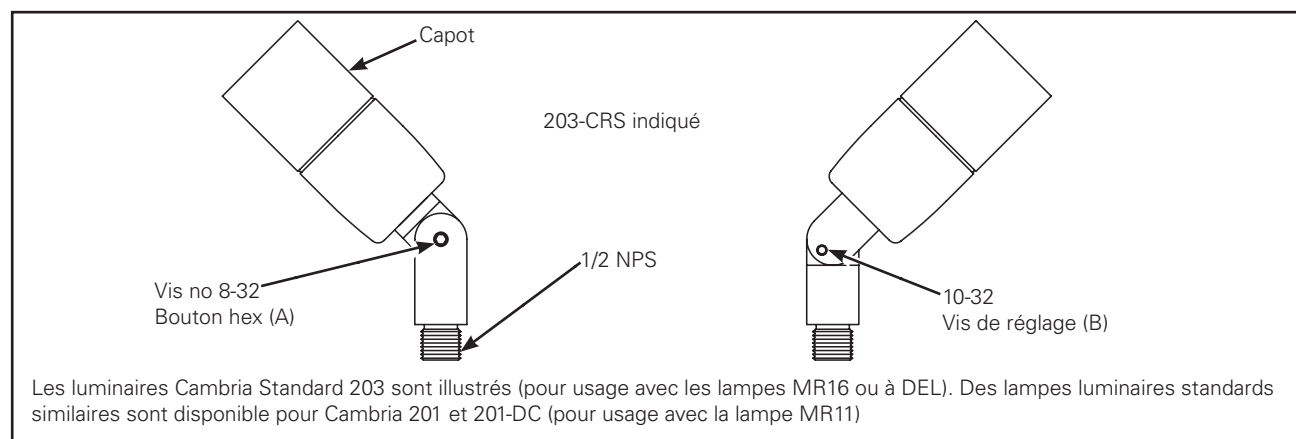

Figure 1.
Déserrer l'ensemble (B) à l'aide d'une clé Allen (fourni par d'autres), DIRIGEZ le luminaire. Reserrez la vis. (Figure 1.)